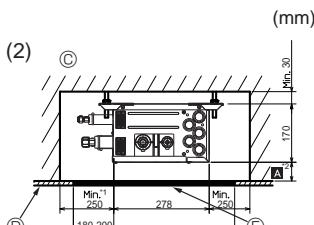
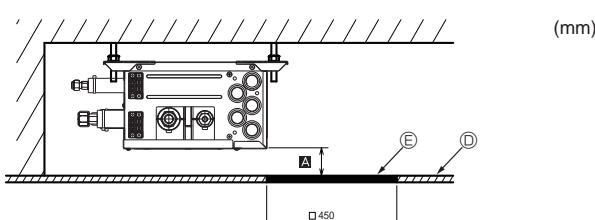

Fig. 4-7
Fig. 4-8
(2) Set fra siden (Fig. 4-7, Fig. 4-8)
I tilfælde af "□ 450" skal der udføres et vedligeholdelseshul ved en PCB-side (som vist på Fig. 4-7), og afstanden Ⓑ skal være "min. 300 mm".
(3) Set ovenfra (Fig. 4-8)